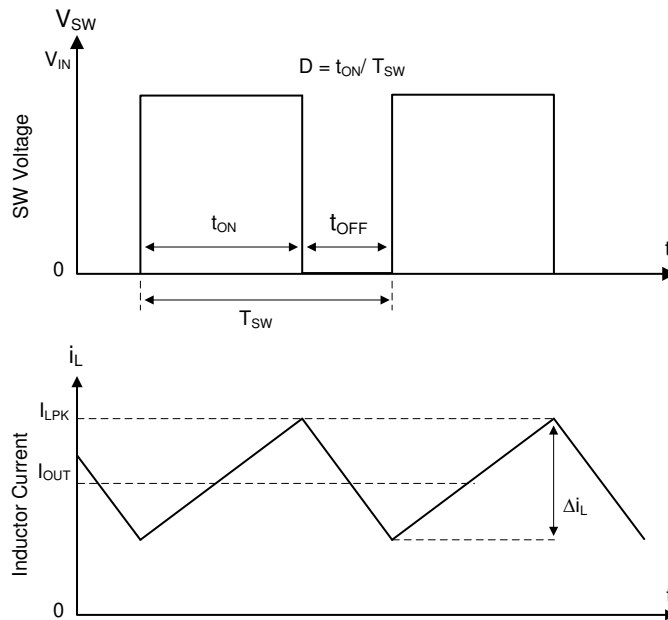

図 6-1. 連続導通モード (CCM) における SW ノードとインダクタ電流の波形
TPS54x38 の operation 説明は、機能ブロック図と図 6-1 の波形を参照しています。TPS54x38 は、ハイサイド(HS)およびローサイド(LS) MOSFET (同期整流器) を内蔵した同期整流式降圧コンバータです。TPS54x38 は、制御されたデューティ サイクルでハイサイドおよびローサイドの NMOS スイッチをオンにすることにより、出力電圧の安定化を実現します。ハイサイドスイッチがオンしている間、SW ピンの電圧は最大で V_{IN} まで上昇し、インダクタ電流 i_L は $(V_{IN} - V_{OUT}) / L$ の直線勾配で増加します。制御ロジックにより HS スイッチがオフされると、アンチシュートスルーのデッドタイムの後、LS スイッチがオンします。インダクタ電流は、ローサイド スイッチを通して $-V_{OUT} / L$ の割合で放電されます。降圧コンバータの制御パラメータは、デューティ サイクル $D = t_{ON} / t_{SW}$ と定義されます。ここで、 t_{ON} はハイサイド スイッチ ON 時間、 t_{SW} はスイッチング周期です。コンバータ制御ループは、デューティ サイクル D を調整することにより、出力電圧を一定に維持します。損失を無視できるような理想的な降圧コンバータでは、次の式のように、 D は出力電圧に比例し、入力電圧に反比例します。 $D = V_{OUT}/V_{IN}$ 。